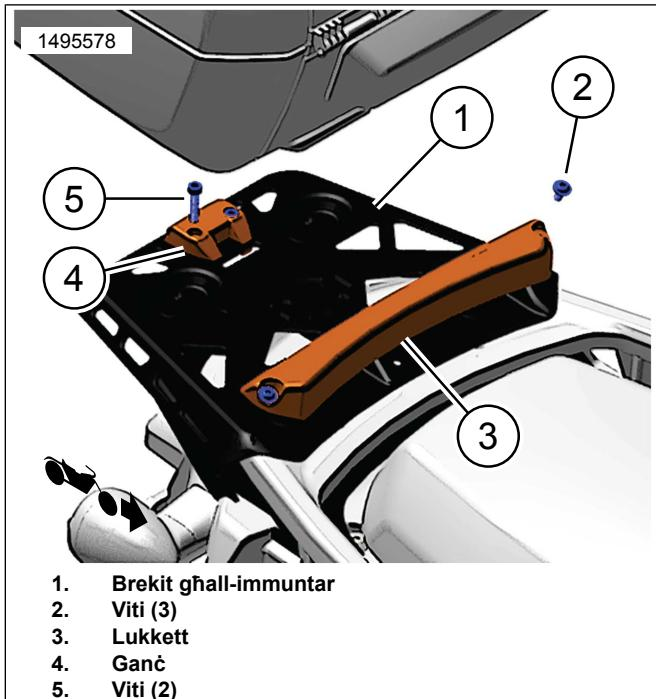
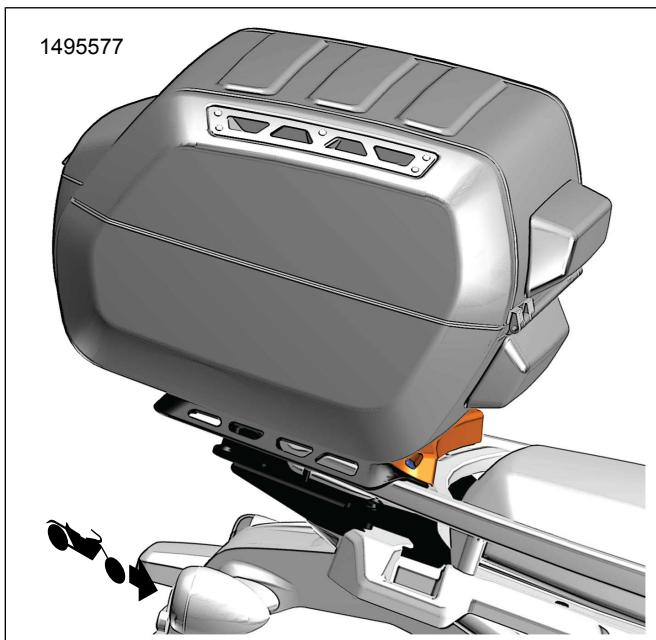

Figura 13. Kitt tal-Immuntar (53000812)
Figura 14. Installazzjoni tal-kaxxa ta' fuq
3. Ara Figura 13 u Figura 14. Żerżaq il-kaxxa ta' fuq mal-lukkett ta' quddiem (3), bandal 'l ifsel sakemm tikklikkja fil-ganč ta' wara (4).